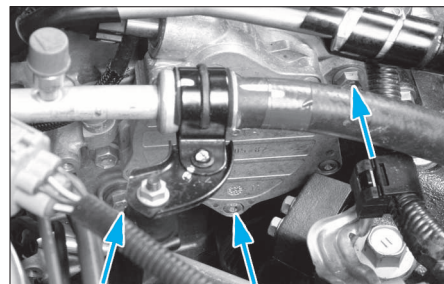

FIG. 28
- Débrancher la pompe à dépression puis déposer cette dernière (3 vis) (fig. 28).